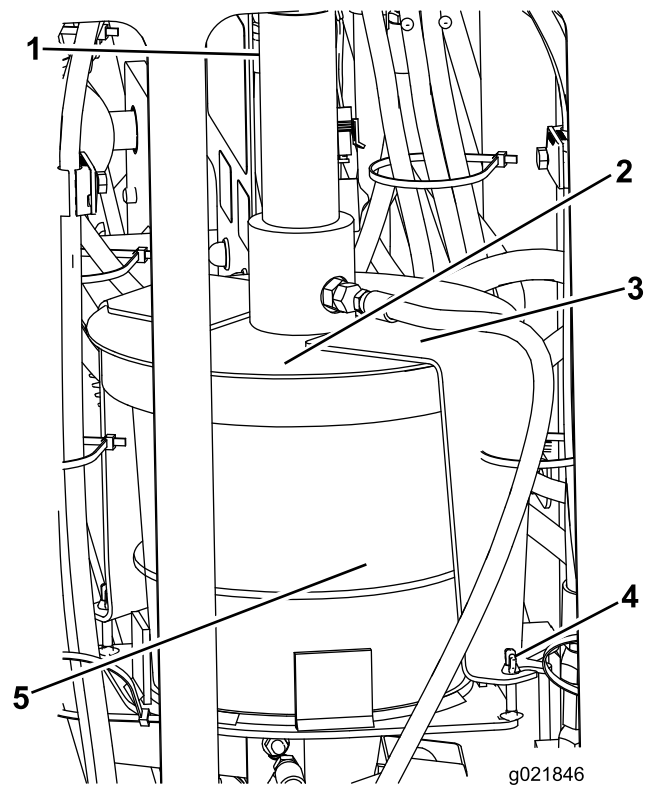

Figura 93
3. Solte as porcas-borboleta que fixam a abraçadeira da tampa à máquina (Figura 93).
4. Gire a tampa e puxe a abraçadeira, liberando-a dos parafusos retentores (Figura 93).
5. Levante o conjunto da tampa para longe do reservatório vazio de lubrificante de rosca (Figura 93).
7. Posicione o êmbolo no novo reservatório e encaixe o conjunto da tampa sobre o reservatório (Figura 93).
8. Posicione a abraçadeira sobre parafusos retentores e gire a tampa para encaixar a abraçadeira nos parafusos (Figura 93).